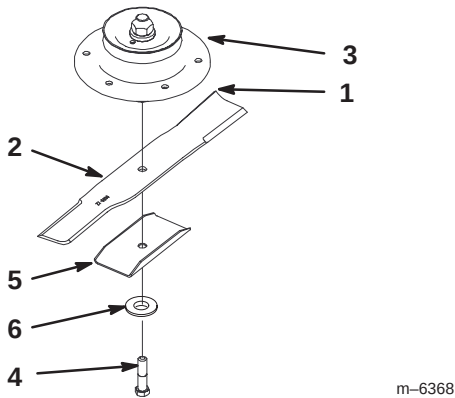

Bild 42
1. Halten Sie das Ende des Messers mit einem stark wattierten Handschuh oder wickeln Sie einen Lappen um es herum. Entfernen Sie die Messerschraube, die Messerverstärkung, die Scheibe und das Messer von der Spindelwelle (Bild 42).
Feilen Sie, wenn das Schnittmesser nicht ausgewuchtet ist, vom Flügelbereich des Messers etwas Metall ab (Bild 42). Wiederholen Sie diesen Vorgang, bis das Messer ausgewuchtet ist.
1. Montieren Sie das Messer auf der Spindelwelle (Bild 42).
Wichtig Der Windflügel des Schnittmessers muss nach oben zur Mäherinnenseite zeigen, um einen guten Schnitt sicherzustellen (Bild 42).
2. Bringen Sie die Sicherungsscheibe und die Messerschraube an (Bild 42). Ziehen Sie die Messerschraube mit 115 bis 140 Nm an.